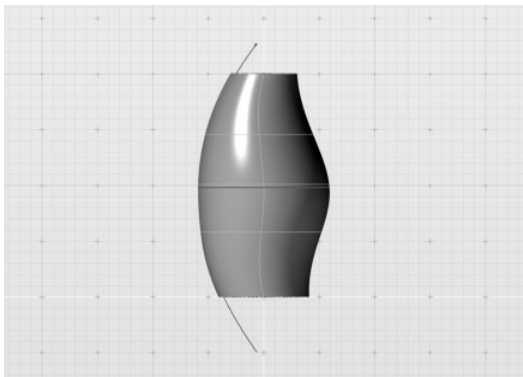

图 4-61 调整曲面扫掠区域
4) 在控制面板中取消勾选“选项”参数下的“延伸”复选框，则扫掠曲面仅在剖面曲线间形成，如图 4-61 所示。